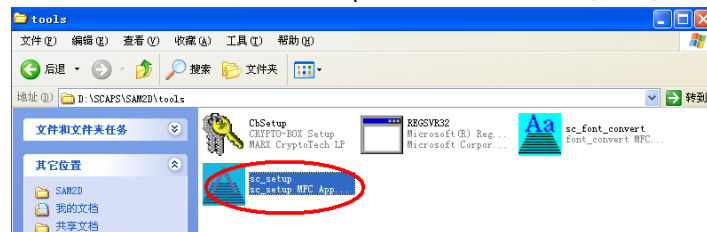

图 12
1) 打开 scaps 安装目录下面的 tools 文件夹，找到 sc_setup.exe 文件，双击打开(图 12);